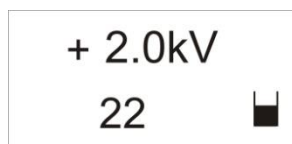

Рисунок 5
2.3.2.4 Испытания проводятся в соответствии с методикой, указанной в ГОСТ 30804.4.2-2013. Для получения одиночных разрядов следует кратковременно нажимать на кнопку «пуск», расположенную на передней стороне рукоятки. При этом светодиод на панели управления вспыхивает красным светом. Если кнопку удерживать в нажатом состоянии, то выходные импульсы вырабатываются с частотой 1 Гц или 5 Гц, в зависимости от установленного режима запуска. Во время подачи импульсов на дисплее отображается значение и полярность выходного напряжения, и счетчик импульсов от 1 до 255 (см. рис.5).